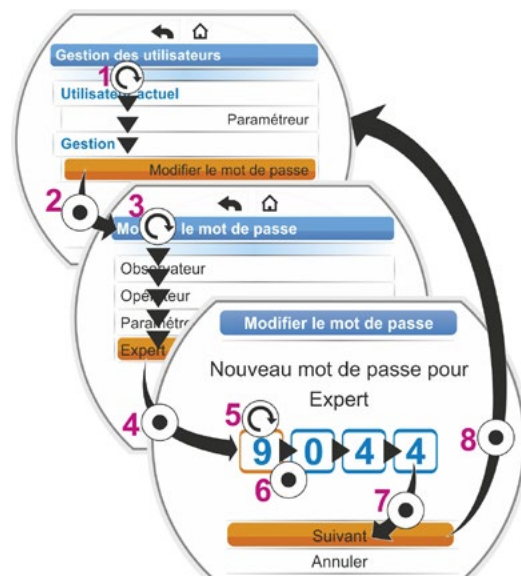

Fig. 2 : attribuer une autorisation d'accès
- Mettre en surbrillance orange l'option de menu « Modifier le mot de passe » (Fig. 2, Pos. 1).
- Confirmer la sélection (Fig. 2, Pos. 2).